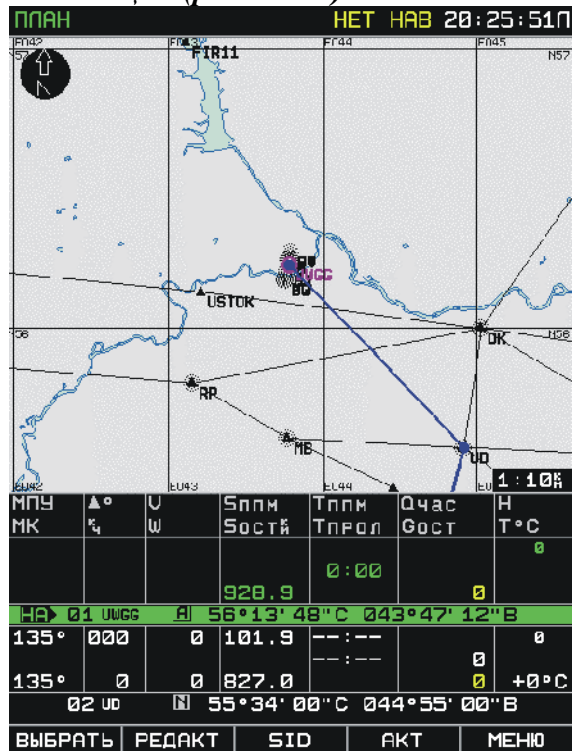

Рис. 94. Вид дисплея после загрузки плана полета
6. При загрузке плана полета для просмотра в центре индицируемой электронной карты местности будет находиться ИПМ, а в таблице плана полета, расположенной ниже поля карты будет подсвечена строка (Рис. 94), соответствующая ИПМ и первому